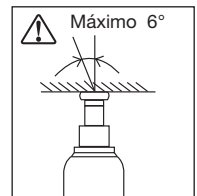

Fig. 4 - Carga Inclinada
**AVISO:** Durante o levantamento, a inclinação da carga não deve exceder 6 graus. Ver Fig. 4.